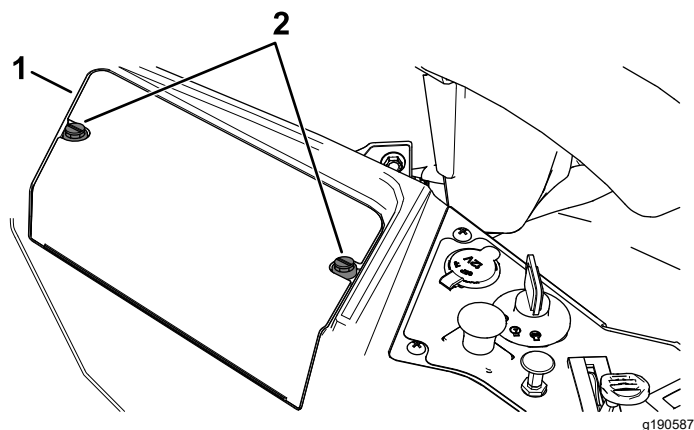

Рисунок 57
- Ослабьте 2 крепежных элемента на крышке аккумулятора, повернув их против часовой стрелки на 1/4 оборота, и снимите крышку аккумулятора (Рисунок 57)
6. Установите крышку аккумулятора, нажав вниз и завернув по часовой стрелке 2 крепежных элемента (Рисунок 57).